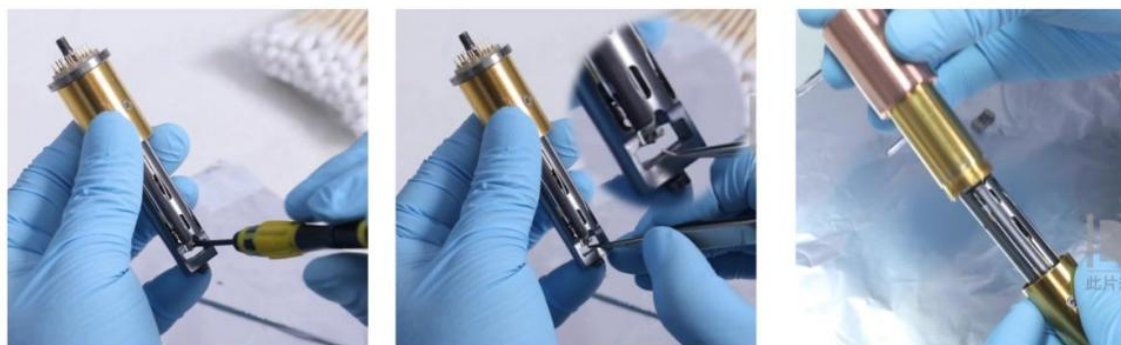

图 7 拆卸探针步骤
(3) 松开探针台上的螺丝，用镊子夹住针尖顶端，将探针连同套管一并取出，这样便完成了针样的卸载工作，如图 7。装上隔音罩，放置于安全位置，开始制备针尖。